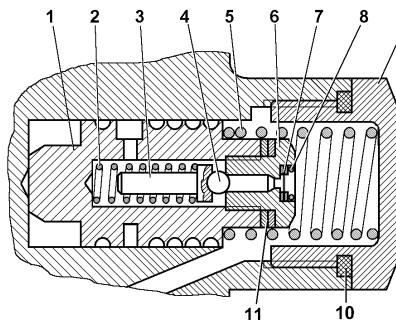

Рис. 9.53. Расходный и предохранительный клапаны насоса:
1. Отверните пробку-заглушку 9 (рис. 9.53), расположенную над выходным отверстием насоса.